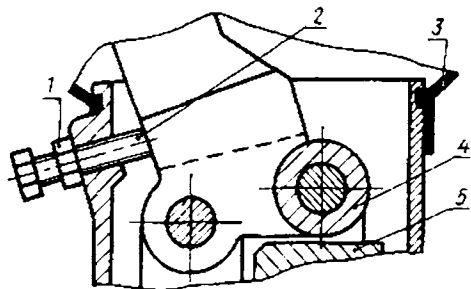

Рис. 6-29. Сборка и регулировка тормозного крана:
6. Установить регулировочный болт до упора в рычаг так, чтобы не было зазора между роликом 4 и толкателем 5 (рис. 6-29.), зафиксировать регулировочный болт 2.